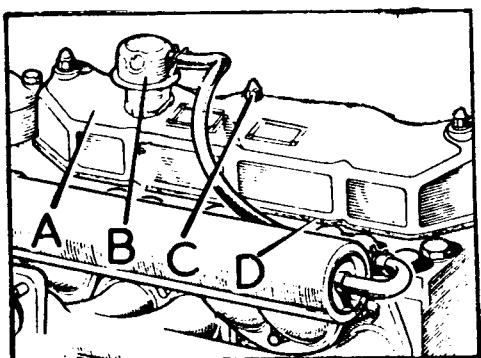

Fig. A1-52 Desmontaje de la tapa de balancines
2.1. Desmontar la tapa de balancines y su junta (Fig. A1-52).
- 1.2. Desmontar la tapa de balancines (Fig. A1-52).
- 1.6. Montar la tapa de balancines (Fig. A1-52). El purificador de aire (Tarea A1-1) y el capó (Tarea Q-1).
- 1.2. Quitar la tapa de balancines (Fig. A1-52).
- 2.6. Montar la tapa de balancines (Fig. A1-52). Instalar el purificador de aire (Tarea A1-1) y montar el capó (Tarea Q-1).